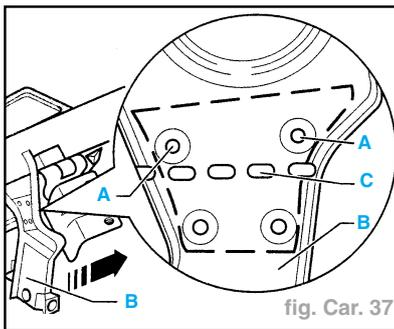

fig. Car. 37
- Percer avec une mèche de 7 mm le support pour le tableau de bord aux endroits marqués au moyen d'un (A) (points de raccordement) (fig. Car. 37).